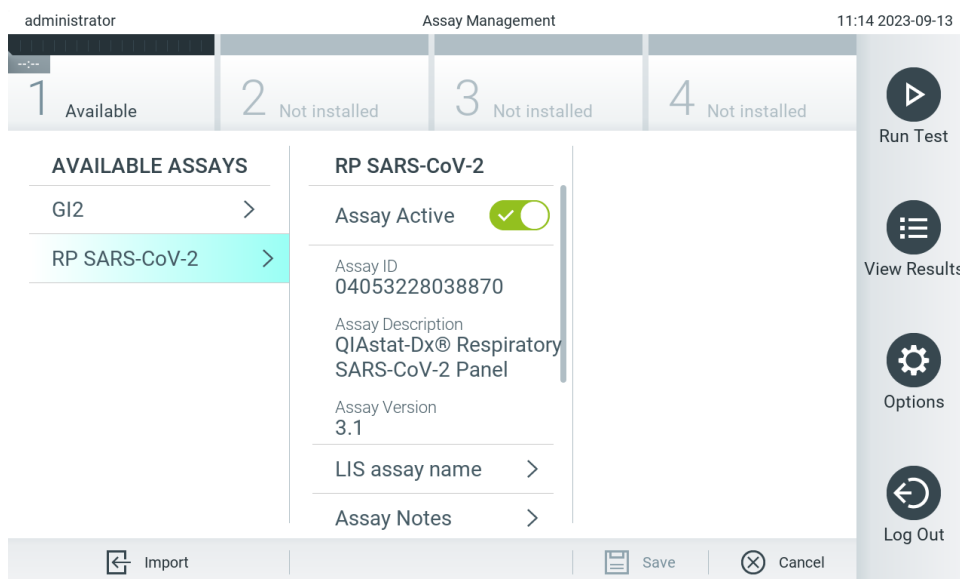

Figura 59. Activarea testului.
7. Testul devine activ prin selectarea Assay Active (Test activ) (Figura 59).